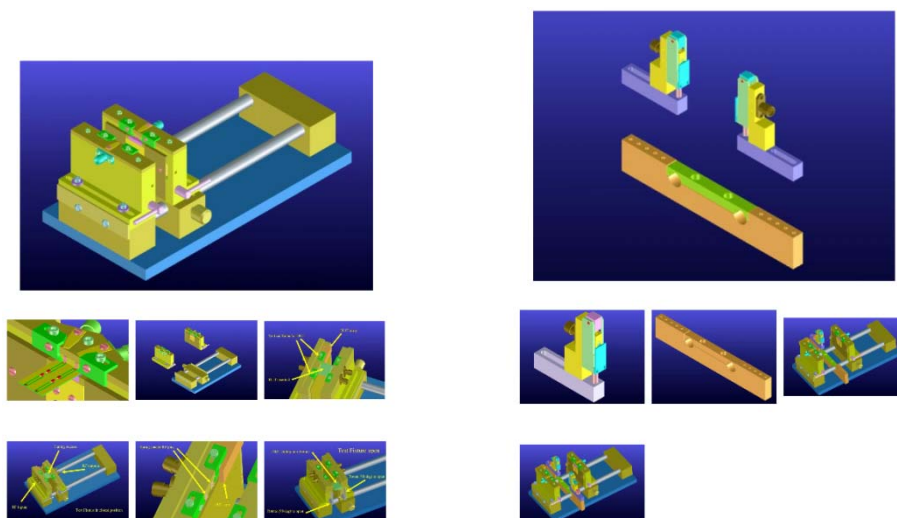

图 1-5 美国 ICM 公司通用基片测试夹具
(1) 通用基片测试夹具如图 1-5 所示, 美国 ICM 公司通用基片校准件如图 1-6 所示, 其特性如下: